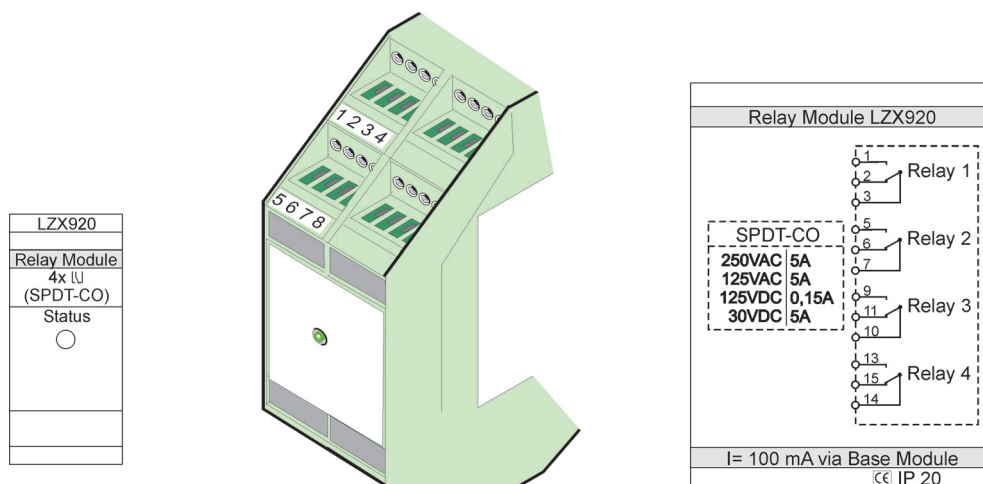

Рисунок 78 Внешний модуль реле
3. Выполните соответствующие соединения, как показано на Рисунок 78 и Таблица 51.